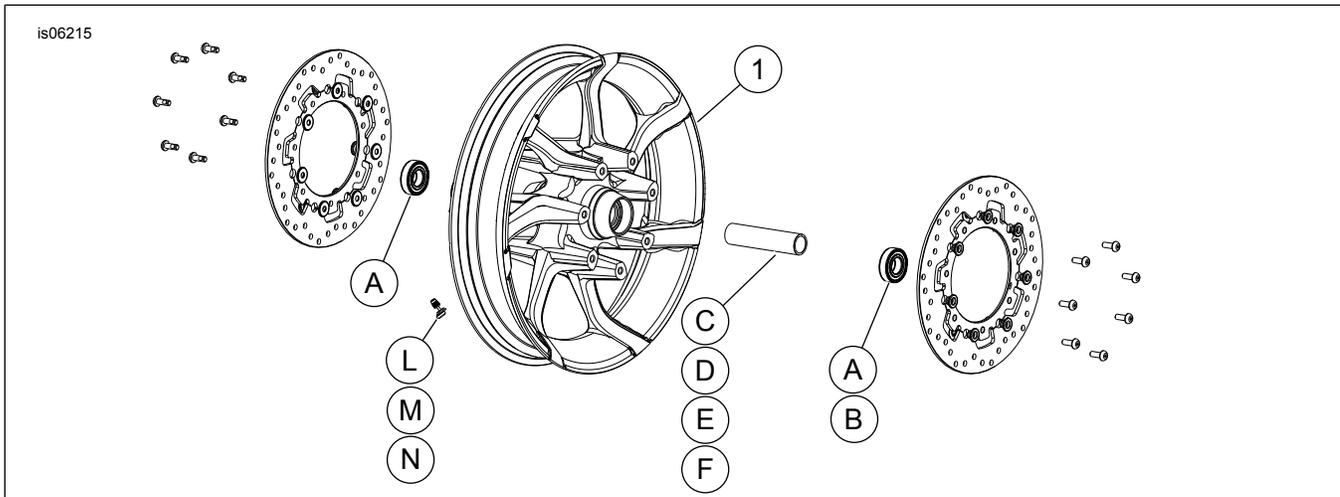

Figura 1. Peças de reposição: Rodas Agitador Dianteiras (ilustração de uma roda de 19 polegadas)
Consulte o Figura 1 e as Tabelas de Peças de Reposição.
2. Ver Figura 1 . Instale o conjunto da haste da válvula (L) na roda. Consulte o Manual de Serviço.